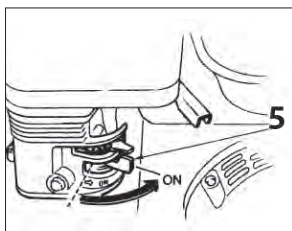

Fig. 1
11.3 STARTA MOTOR (Fig. 1 - 6)